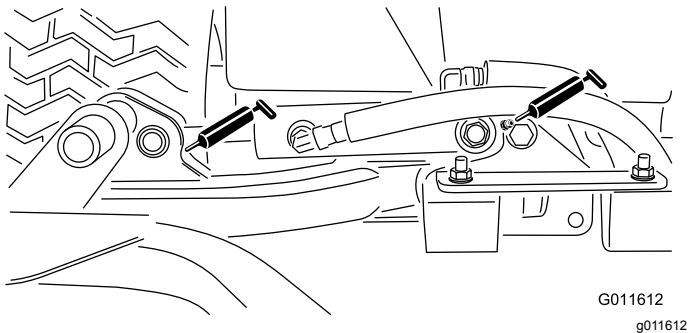

Figure 28
- Vérins des bras de relevage des plateaux de coupe (x 2)—Figure 28
- Pivots des bras de relevage (x 1)—Figure 28